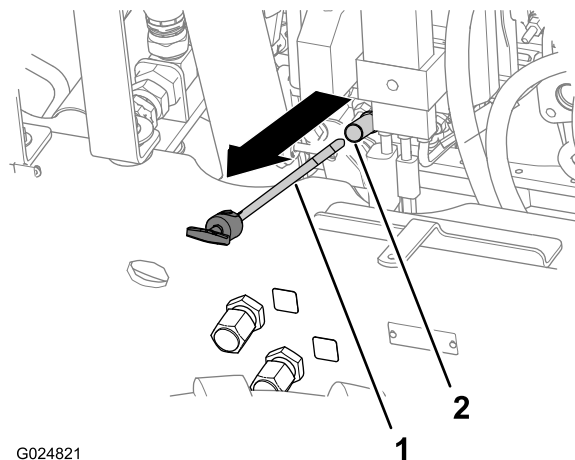

Bild 23
4. Nehmen Sie den Peilstab heraus und wischen Sie ihn mit einem sauberen Lappen ab (Bild 23).
5. Stecken Sie den Peilstab ganz in das Peilstabrohr und ziehen ihn dann heraus (Bild 23).